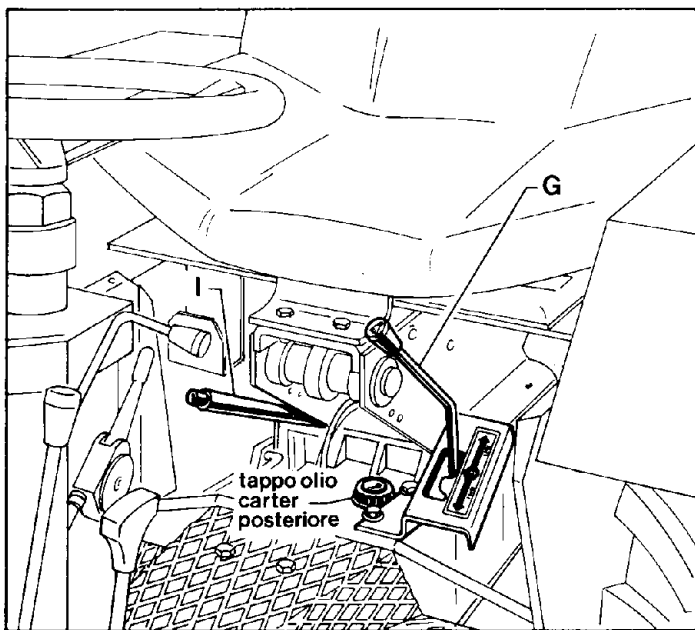

Fig. 7
G - LEVA PRESE DI FORZA INDIPENDENTI O SINCRONIZZATE (Fig. 7)
I - LEVA DEL FRENO A MANO (Fig. 7)
- carter differenziale posteriore (Fig. 7)